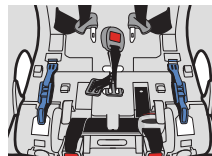

Figura 15
- Deslice la correa de la entrepierna fuera de la ranura, como se muestra en la **figura 15**.